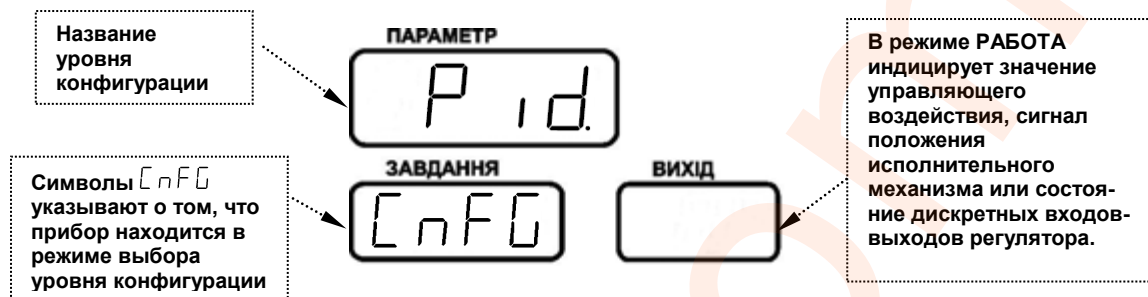
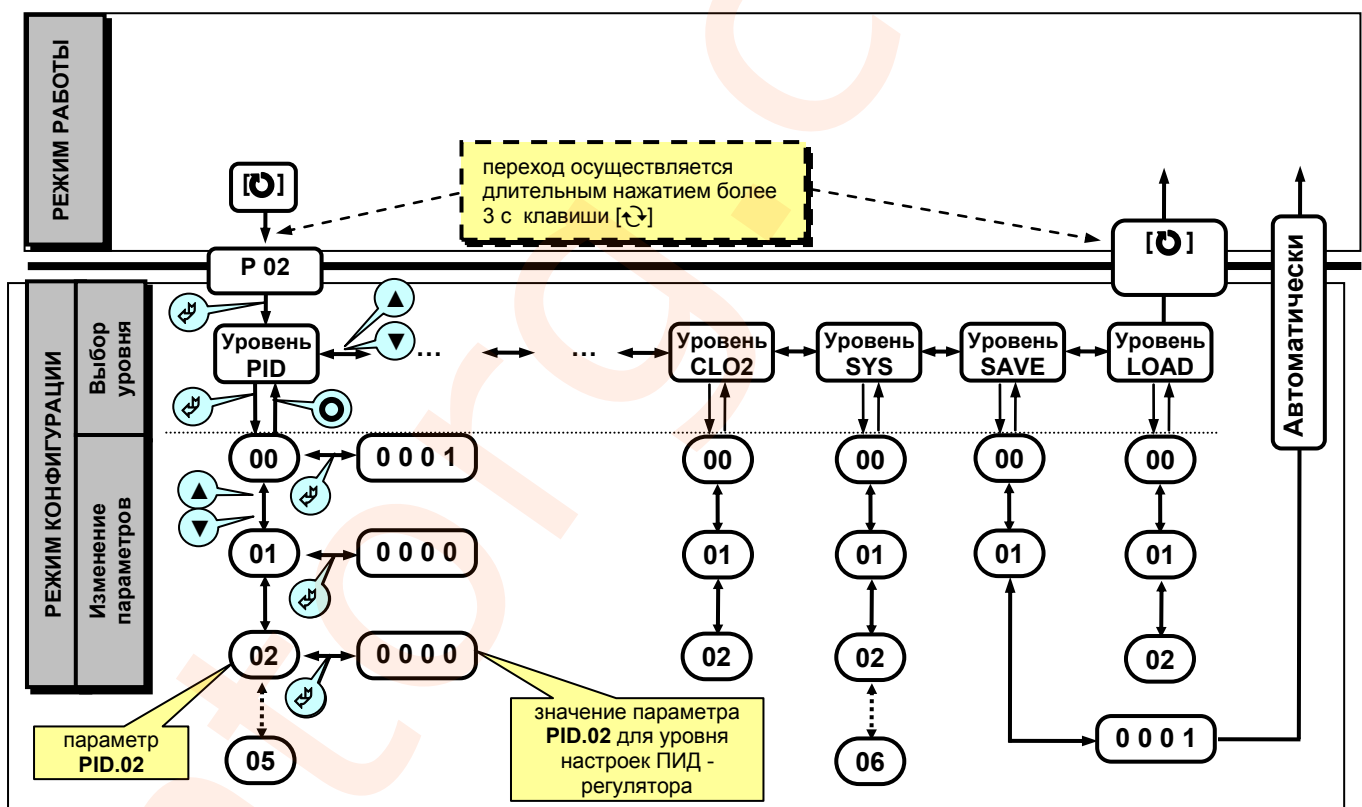

Рисунок 4.3 - Индикация значения параметров конфигурации и их номеров.
Рисунок 4.4 - Диаграмма режима конфигурации и настроек.
• Параметры разделены по группам, каждая из которых называется "уровень". Каждое заданное значение (элемент настройки) в этих уровнях называется "параметром". Параметры, используемые в регуляторе МИК-122Н, сгруппированы в девятнадцать уровней и представлены на диаграмме (рисунок 4.4). Индикация значения параметров конфигурации и их номеров указаны на рис.4.3.